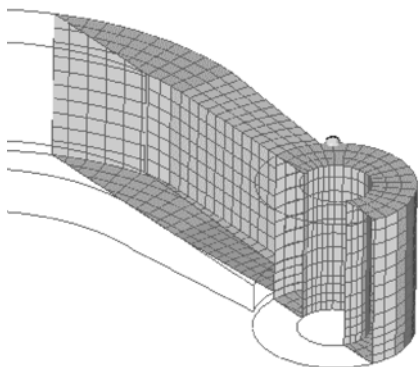

图 5-42 模型切面显示
- (3) 选择所有组件或选择 comps>all。
- (4) 单击 select 按钮，完成组件选择并返回 faces 面板。
- (5) 单击 find faces 按钮。
- (6) 在模型浏览窗口关闭所有组件几何显示。
- (7) 关闭除 faces 组件外所有组件网格单元的显示。
- (8) 单击 return 按钮退出当前面板。
- (9) 在 Post 页面进入 hidden line (或直接按〈F1〉键)。
- (10) 进入 cutting 子面板。
- (11) 激活 xz plane 和 trim plane 选项。
- (12) 单击 fill plot, 此时图形区的面以切面形式显示, 因此可以看到模型内部网格情况。
- (13) 在切面位置处单击, 按住鼠标左键不放并移动鼠标, 此时切面将通过模型。通过这一功能可以看到模型内部任何一个单元。如图 5-42 所示, 在 boss 和 arm 之间, 将看到有些单元并没有真正连接, 因此需要进一步处理。